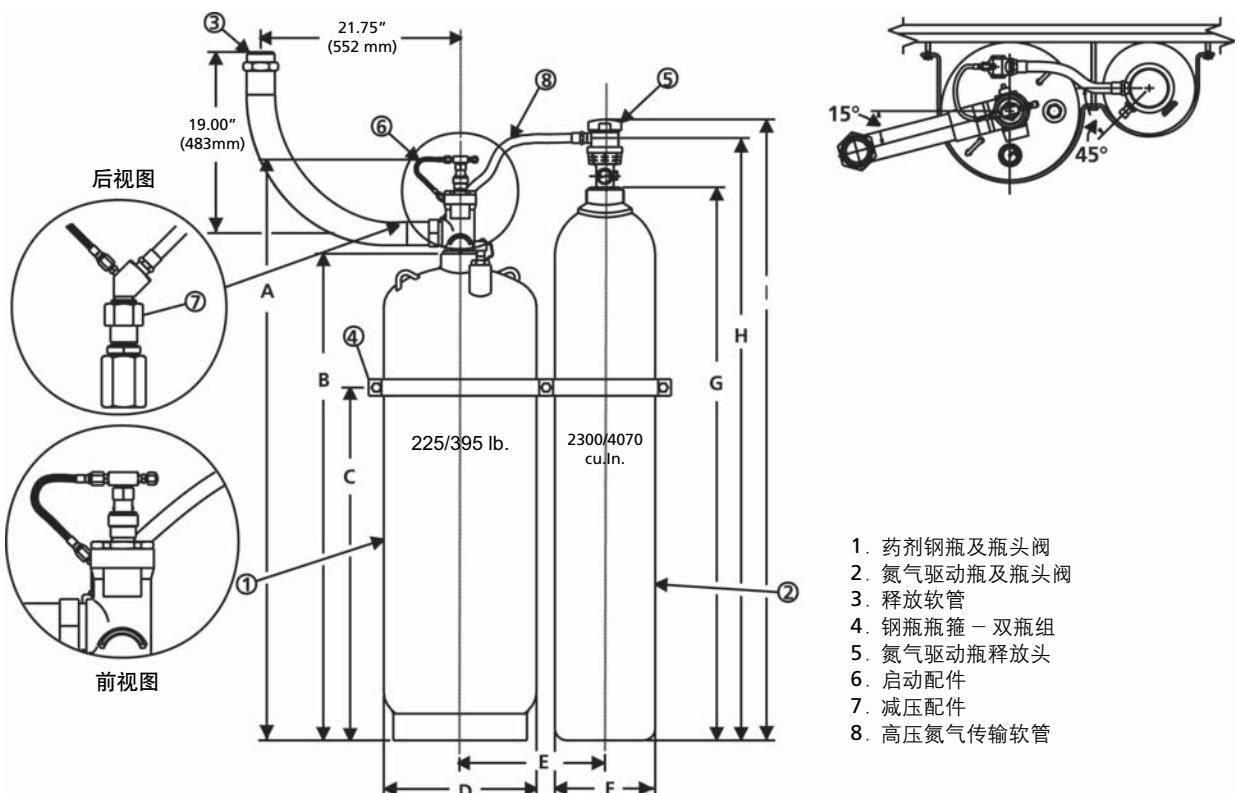

图 5-23 225 和 395 磅钢瓶系统安装
1. FM-200® 钢瓶和氮气驱动瓶应安装在指定位置，并用瓶箍和支架固定。钢瓶、瓶箍和支架必须固定在建筑结构构件上，使得 FM-200® 钢瓶足够安全（如图 5-23 和表 5-16 所示）。使瓶头阀出口成一定角度的指向系统管道。